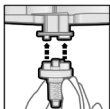

Fig. 2
3. Amplasați unul din vârfulurile de mixare Dynamix închise, peste orificiul de evacuare al cartușului (Fig. 2)